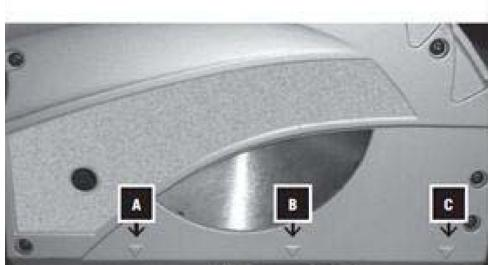

Рис. 10
3. Если будет производиться внутренний вырез в заготовке, то нужно определить начальную точку установки пилы. Для этого на корпусе защитного кожуха есть метки «A», «B» и «C» (Рис. 10). Метки «A» и «C» указывают крайние положения диска. Метка «B» указывает на центр диска. Начальная точка распила соответствует метке «A». Конечная точка распила соответствует метке «C».